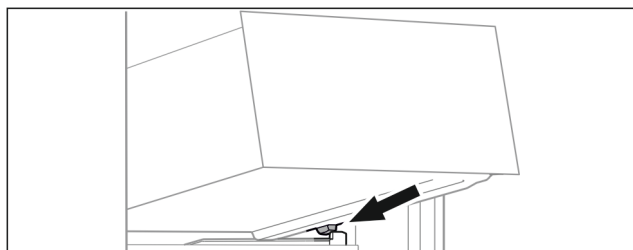

Fig. 96
- Applicare il cassetto inclinandolo dietro i fermi sulla nervatura del contenitore. (vedere Fig. 96)